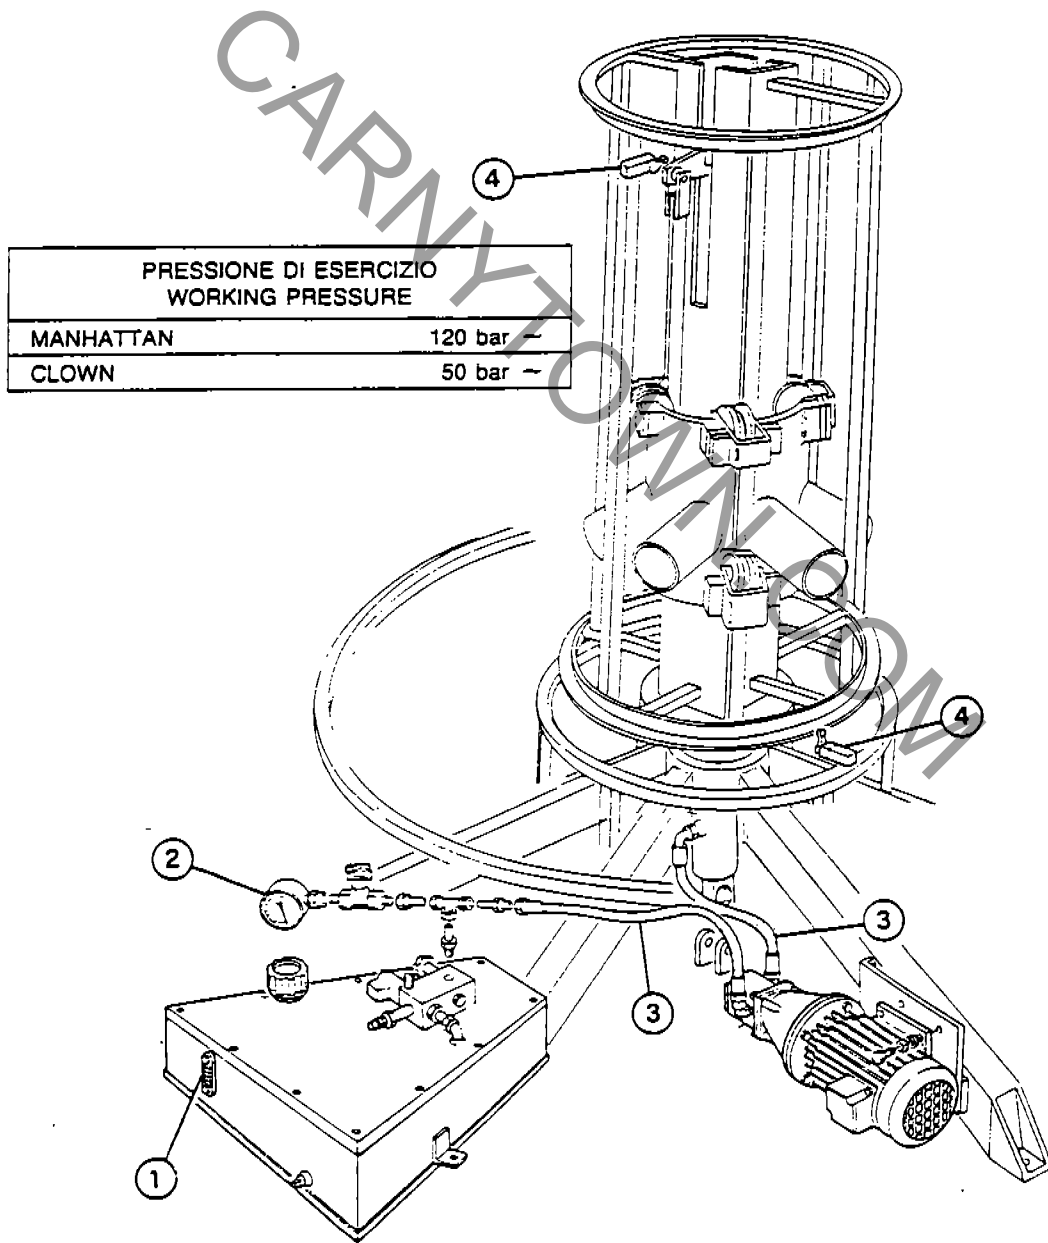

Fig. 5
- Check oil level on device (1-Fig. 5) of the tank. If necessary, fill it with oil of the same type.
- Check pressure on gauge (2-Fig. 5) of the hydraulic box. The pressure must be 120 bar for MANHATTAN RIDE and 50 bar for CLOWN AROUND.
- Verify for good condition of hydraulic hoses (3-Fig. 5) if necessary replaced them.
- Check for good condition of limit switches (4-Fig. 5).
- Controllare il livello olio sull'indicatore (1-Fig. 5) del serbatoio, se necessario, rabboccare con olio dello stesso tipo.
- Controllare la pressione sul manometro olio (2-Fig. 5) della centralina; detta pressione dev'essere mediamente di 120 bar per MANHATTAN e 50 bar per CLOWN.
- Controllare lo stato d'integrità dei tubi flessibili (3-Fig. 5), eventualmente sostituirli.
- Controllare il buon funzionamento dei fincorsa (4-Fig. 5).